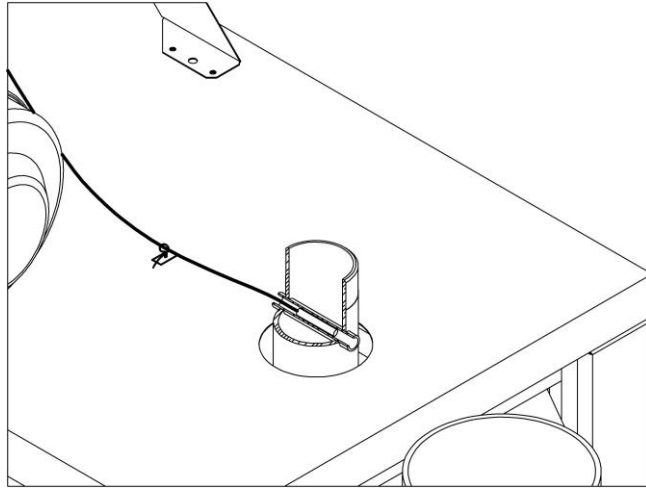

Рисунок 19
- встановити датчик температури котла і зафіксувати його за допомогою хомута. (див. Рис.19).